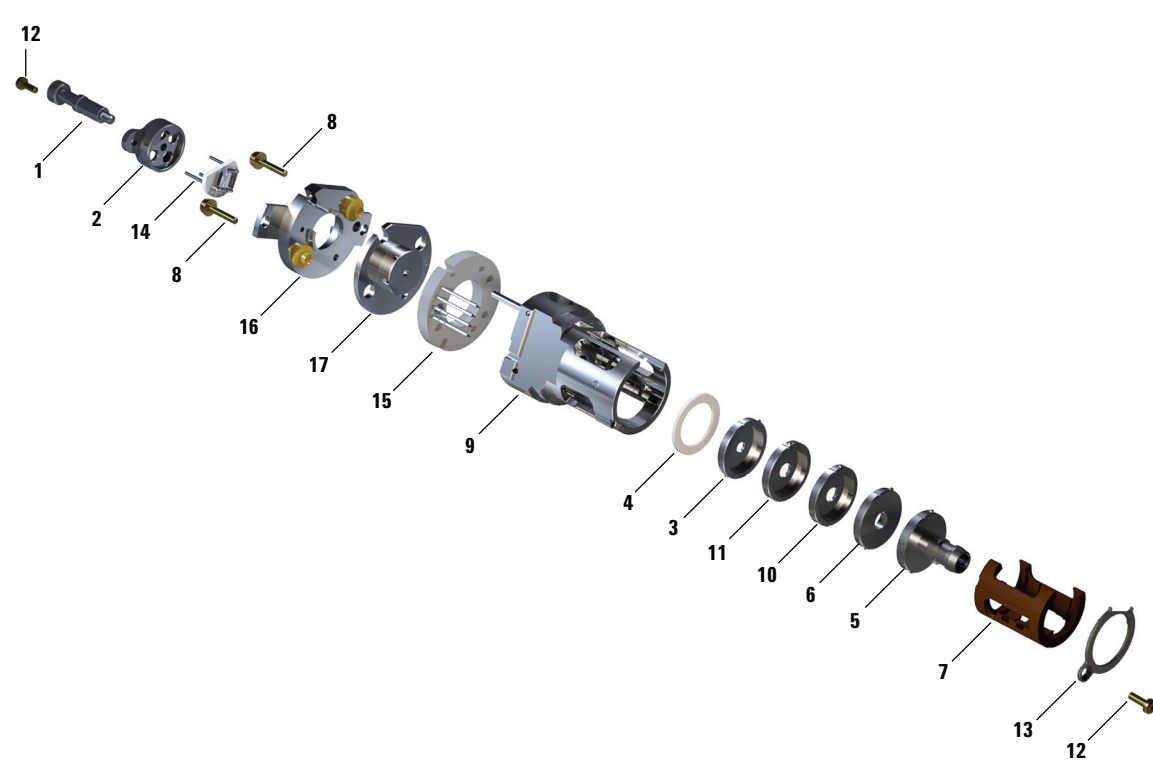

Figura 55 Montando a fonte EI de alta eficiência (HES)
Consulte a vista explodida das peças na **Figura 55** e a lista de peças da fonte EI de alta eficiência na **Tabela 20** na página 171, enquanto estiver usando este procedimento.
- 3 Insira a pilha de lente no isolador no corpo da fonte. (Consulte Figura 55 na página 171.) Os números gravados ficam de frente para a abertura total que se prolonga para a extremidade da estrutura da fonte. Verifique se a cerâmica está bem ajustada no fim do corpo da fonte.
Tabela 20 Lista das peças da fonte EI HES (Figura 55)
Tabela 20 Lista das peças da fonte EI HES (Figura 55) (continuação)